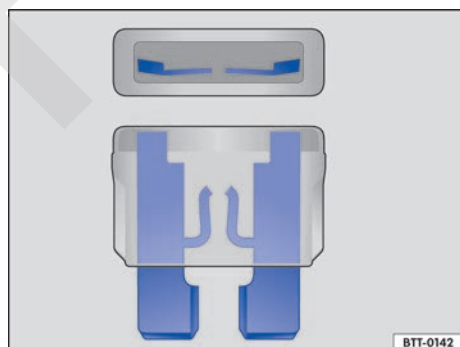

Fig. 169 Fusible fundido. ▶
- Un fusible fundido se reconoce por la tira de metal fundida → fig. 169.